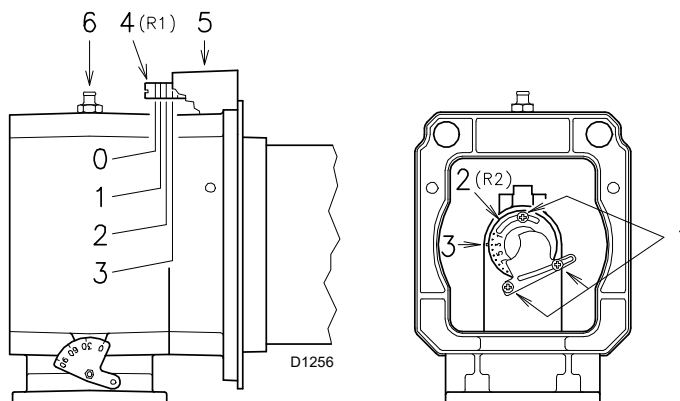

Fig. 16
Regolazione aria (Fig. 16)
- Ruotare la vite 4)(Fig. 16) fino a far collimare la tacca trovata con il piano anteriore 5) della flangia.
Regolazione gas (Fig. 16)
- Allentare le 3 viti 1)(Fig. 16) e ruotare la ghiera 2) fino a far collimare la tacca trovata con l'indice 3).
Se la pressione del gas lo permette, con la chiusura della ghiera 2)(Fig. 16) si ottengono riduzioni sulla formazione di NOx.
Continuando l'esempio precedente, si vede che per un bruciatore RS 68/M BLU con potenza di 500 kW occorrono 5,0 mbar di pressione alla presa 6)(Fig. 16).